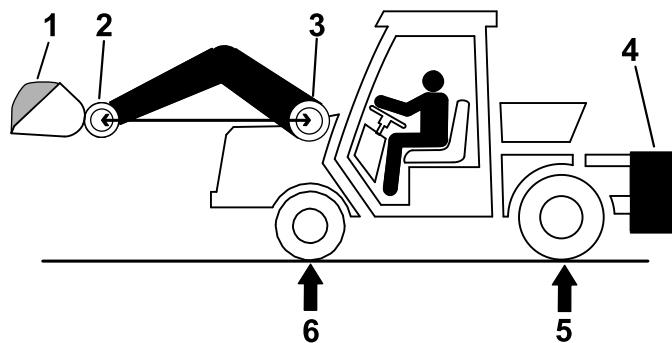

Figura 30
1. Coloque uma carga completa no cesto, eleve o cesto para a posição mais para a frente como se mostra na Figura 30.
2. Numa balança, meça o peso bruto do veículo no eixo frontal e traseiro, com o carregador elevado de forma a que o pino da articulação do cesto esteja tão alto como o pino da articulação da rampa (Figura 30).
Nota: Se R for menor que o peso do eixo traseiro necessário (RRAW), não é necessário lastro (Figura 30).